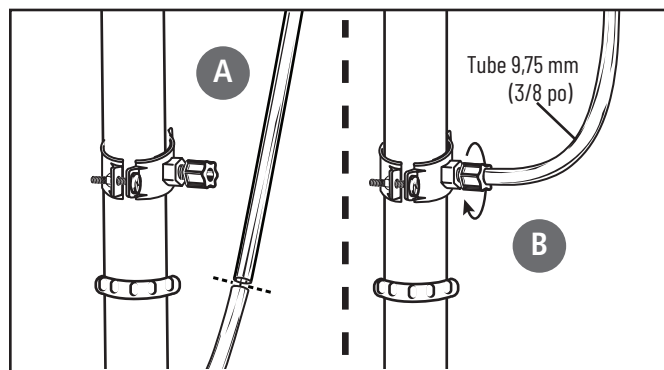

Figure 10
**REMARQUE** : assurez-vous d'installer les cartouches dans les boîtiers appropriés (Figure 10).